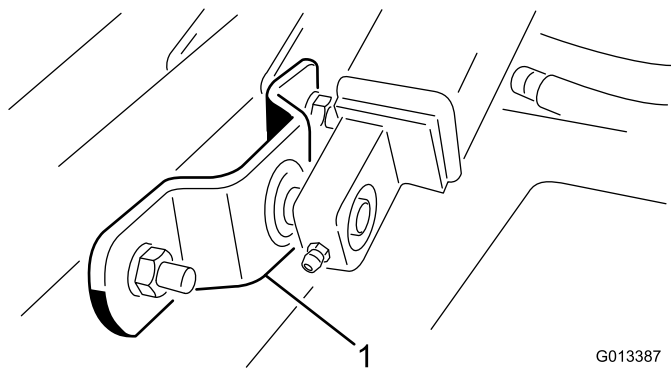

**Figura 7**
10. Retire los pasadores de horquilla y las chavetas que sujetan las cadenas de ajuste de la altura de corte a la parte trasera de la unidad de corte (Figura 7).